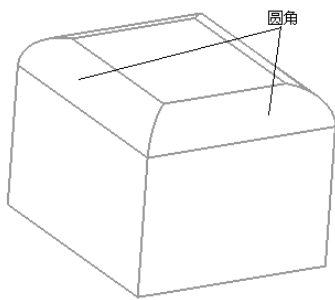

图 7-46 “圆角”示意图
1) 圆角：在选取的边缘上进行倒圆角处理，如图 7-46 所示。